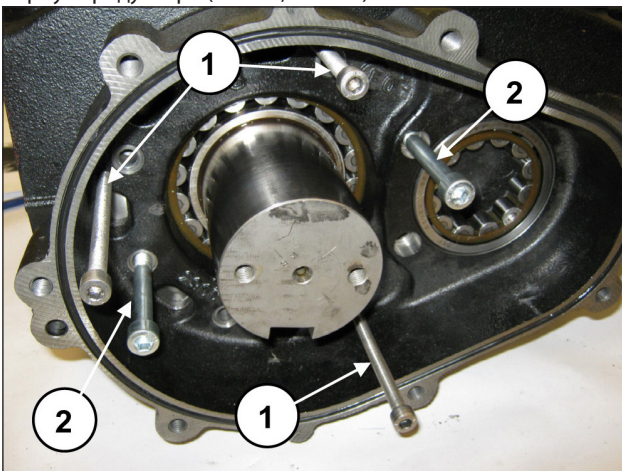

Рис. 23
Установите 3 штифта или винта с резьбой М8 (поз. ①, Рис. 23) в роли съемников в соответствующие отверстия и два достаточно длинных винта М10 для поддержания корпуса редуктора (поз. ②, Рис. 23).